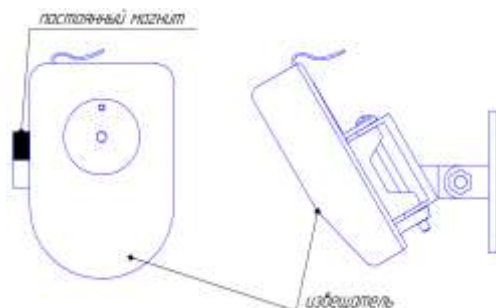

Рисунок 3 – Место поднесения постоянного магнита для задания адреса извещателя
Командой «Программирование адреса устройства» можно задать адрес извещателя независимо от того, какой ему адрес присвоен на данный момент. Это может быть использовано в случае ошибочного назначения одинаковых адресов двум и более устройствам. Для этого с пульта или компьютера подать команду на программирование требуемого адреса. После чего в течение не более 5 минут к извещателю, который находится в дежурном режиме, поднести постоянный магнит к области, (см. рисунок 3). При этом светоизлучатель извещателя переходит в режим непрерывного свечения. На пульте или компьютере отобразятся события о потере связи с устройством по старому адресу и о восстановлении связи с устройством по новому адресу. Если устройства имели одинаковый адрес, то сообщений о потере связи по старому адресу не будет.
2.4.4 Упрощённый контроль функционирования извещателя (без проверки оптической части) можно осуществить путём поднесения постоянного магнита к извещателю (см. рисунок 3). ПКУ «С2000М» или АРМ «Орион Про» должен выдать сообщение «Тест» или «Пожар», в зависимости от режима тестирования. Упрощённый контроль работает начиная с «С2000-КДЛ» версии 2.15 и «С2000-КДЛ-2И» v.1.15.